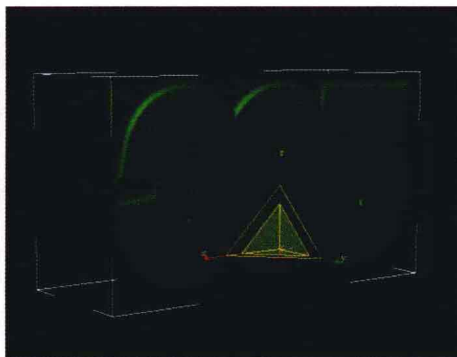

图 1-21
2. 选择文字, 选择修改器中的修改列表, 按下键盘“B”键, 选择【Bevel Profile】(倒角放样), 点击【拾取放样】  按钮, 拾取场景中圆滑后的线, 得到如图 1-21 所示效果。